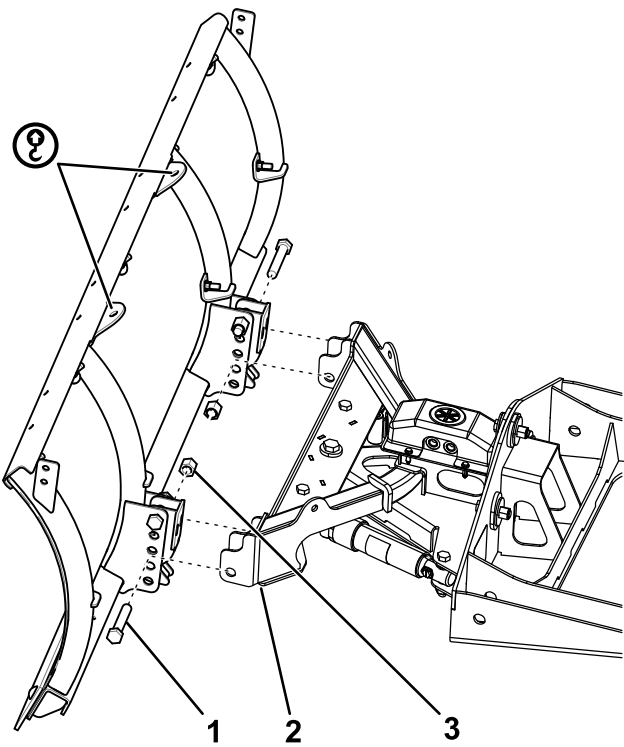

Figura 11
2. Sujete provisionalmente el bastidor de empuje a la pala y a los soportes de montaje usando 2 pernos ($\frac{5}{8}$ ") y tuercas (Figura 11).